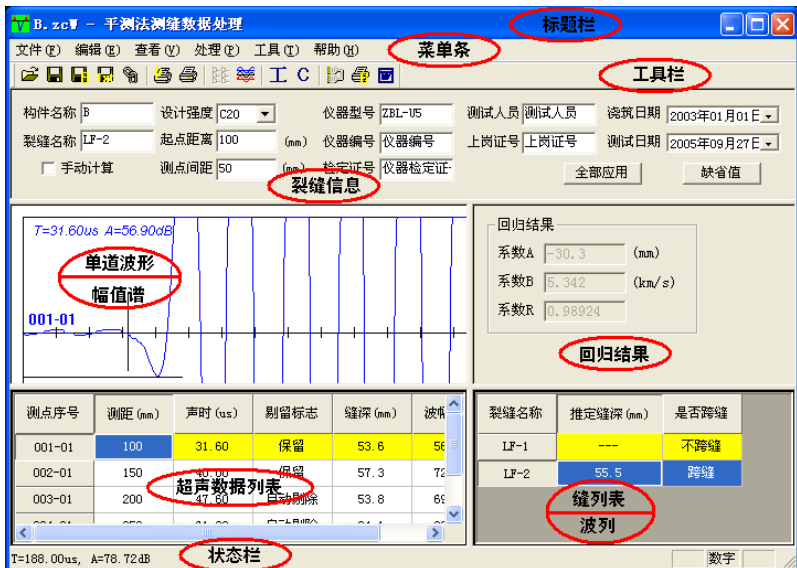

图 7.1 软件主界面
测缝软件界面主要由以下十部分组成(如图 7.1 所示): 标题栏、菜单条、工具栏、状态栏、滚动条、裂缝信息区、单道波形/幅值谱区、回归结果区、超声数据列表区、裂缝列表/波列区。
- 2) **菜单条**由 6 个下拉菜单项——文件、编辑、查看、处理、工具及帮助组成, 如图 7.1 所示。单击每个菜单项都会出现一个下拉菜单, 各对应一组功能。这 6 个菜单项的
打开文件后，在图 7.1 所示的界面中的各种区域都会显示相应的数据或信息。